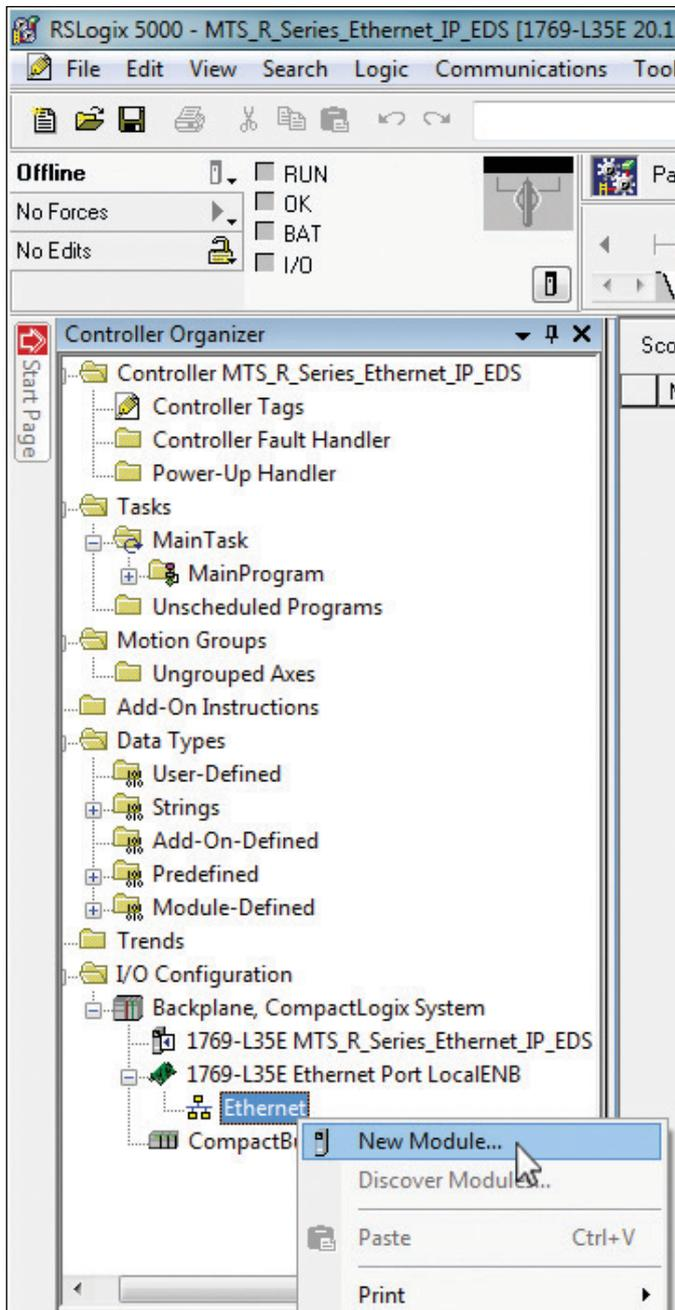

Abb. 94: Hinzufügen eines neuen Moduls zur RSLogix 5000 IO-Struktur
1. Auf der linken Seite der Hauptansicht der Oberfläche des Programms RSLogix 5000 befindet sich der Verzeichnisbaum „Controller Organizer“. Klappen Sie in diesem Fenster den Eintrag „I/O Configuration“ auf. Klappen Sie den Eintrag zu Ihrem Netzwerk auf. Klicken Sie mit der rechten Maustaste auf den Eintrag „Ethernet“ und wählen Sie den Eintrag „New Module“ aus (Abb. 94).